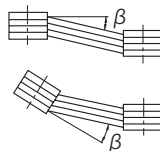

図 5-4
- ・両プリー間の平行度、偏心度 $\beta$ は $20'$ 以内としてください。(図 5-4 参照)